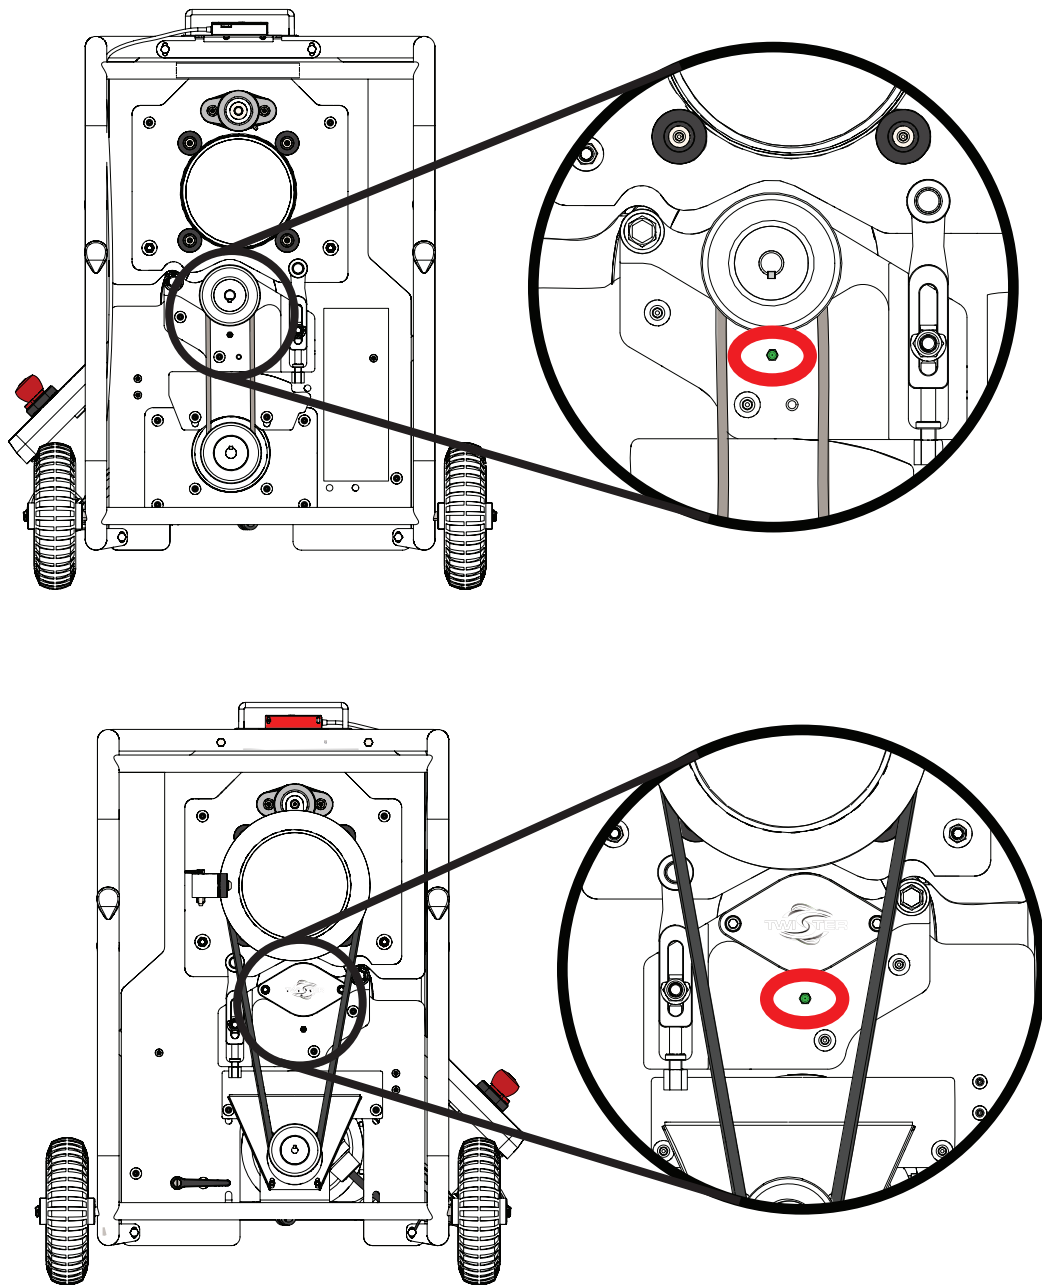

Fig. 44
3. Bombeie gordura para os mamilos da gordura (ver Fig. 44):